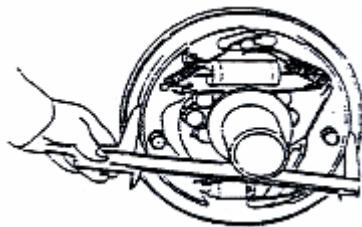
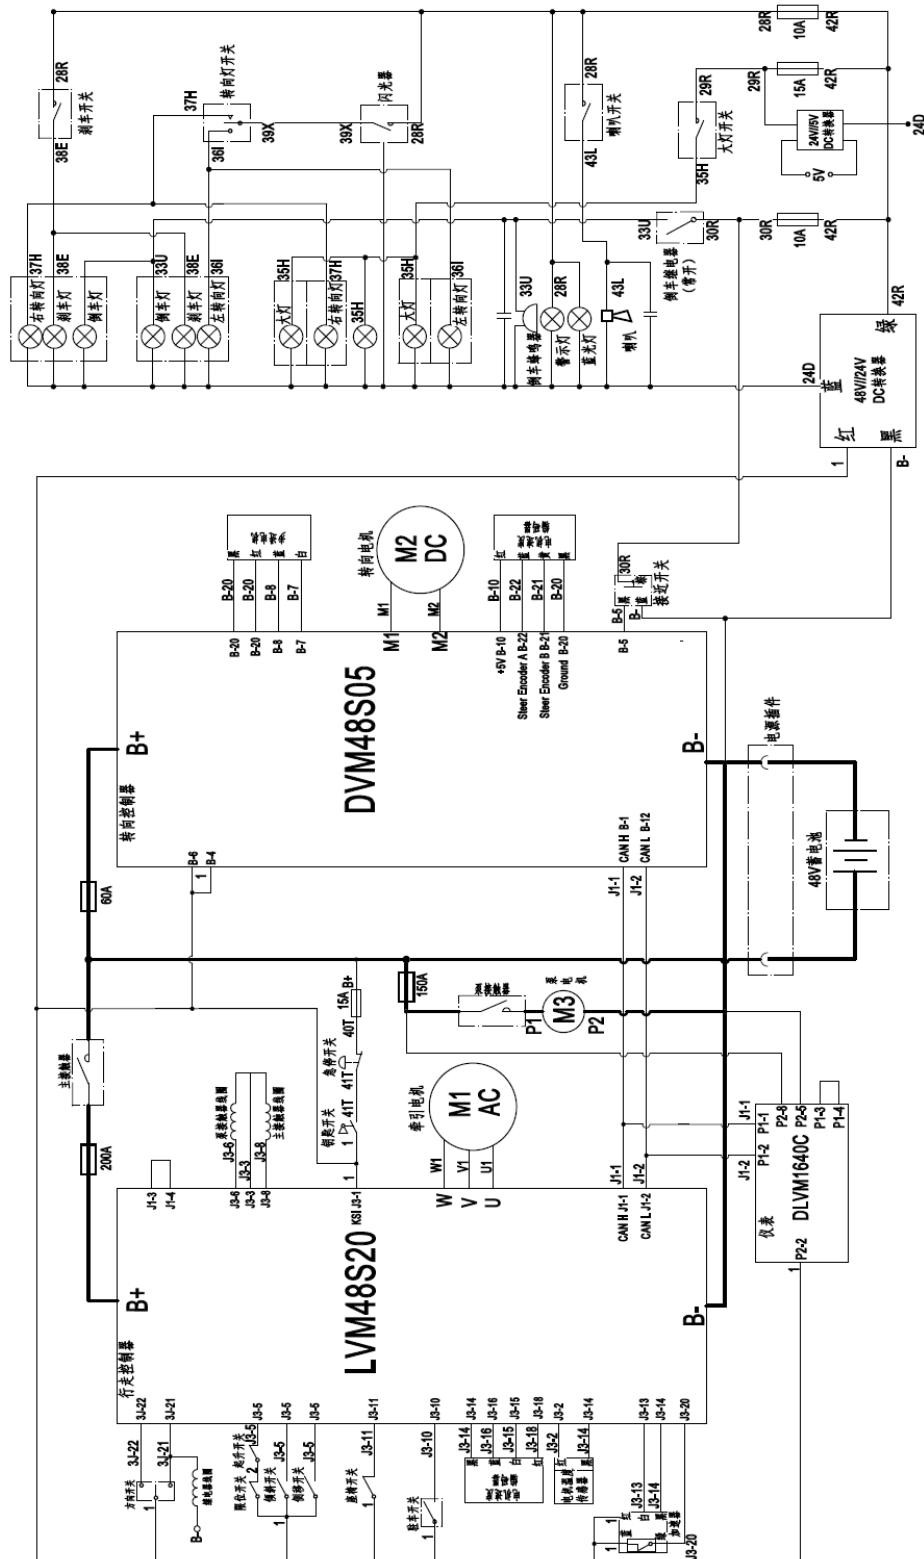

Рисунок 2-24
Рисунок 2-28. Схема электрической системы FE3E15
(8) Установите направляющую планку тормозной колодки на несущий палец, а затем установите возвратную пружину на тормозную колодку. Сначала установите главную колодку, а затем вспомогательную колодку. См. Рис. 2-28
(9) Установите регулятор, пружину регулятора, выталкивающий штифт и возвратную пружину выталкивающего штифта. Обратите внимание на следующее:
- (10) Соедините тормозные трубопроводы с колесными цилиндрами.
- (11) Измерьте внутренний диаметр тормозного барабана и наружный диаметр тормозной колодки, а затем регулятором задайте разницу между внутренним диаметром тормозного барабана и наружным диаметром тормозной колодки в диапазоне от 0,3 до 0,5 мм. См. Рис. 2-24